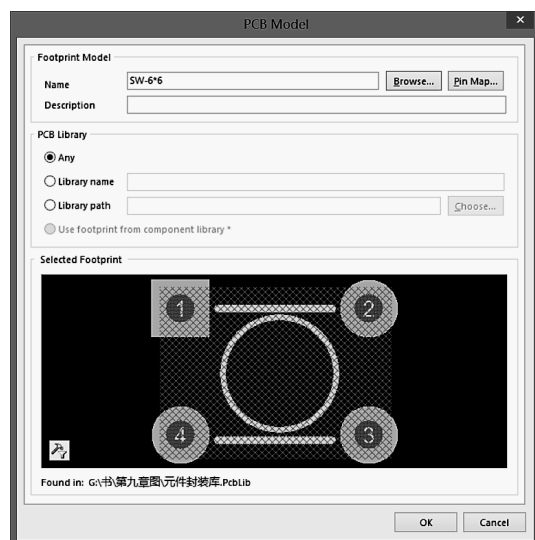

图 9-7-18 加载封装后的 PCB Model 对话框
③ 单击【OK】按钮，则在 PCB Model 对话框中显示所添加的封装，如图 9-7-18 所示。